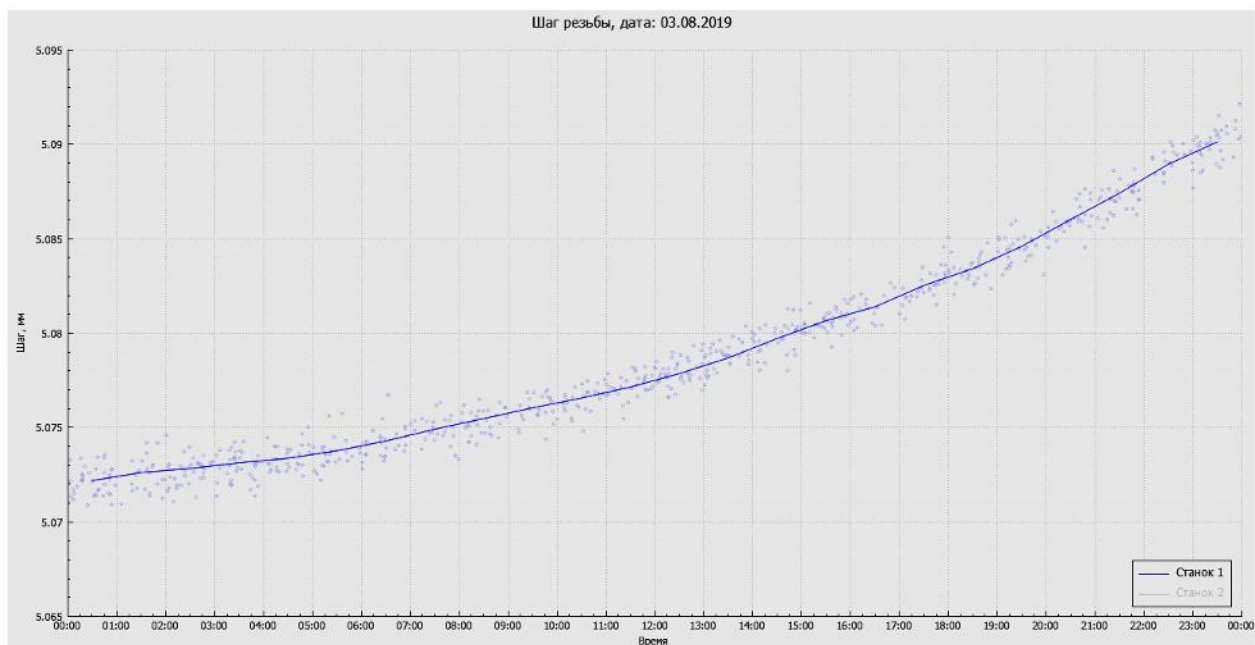

Рисунок 3.2. Графический объект с отображением сетки.
- Сетка – этот раздел содержит типовые инструменты задания параметров сетки тренда (рисунок 3.2);